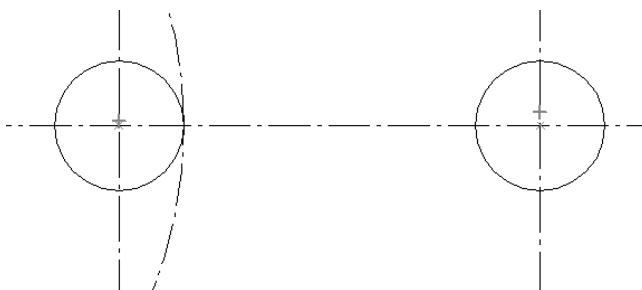

图 6-97 放置视图
(7) 单击【绘制草图】选项卡【绘图】区域下的  【圆】按钮下的【中心和点画圆】，在弹出的菜单栏中的直径(D):  【直径】中填入值 20mm，在右侧两个点画线中心画两个直径为 20mm 的圆，如图 6-97 所示。